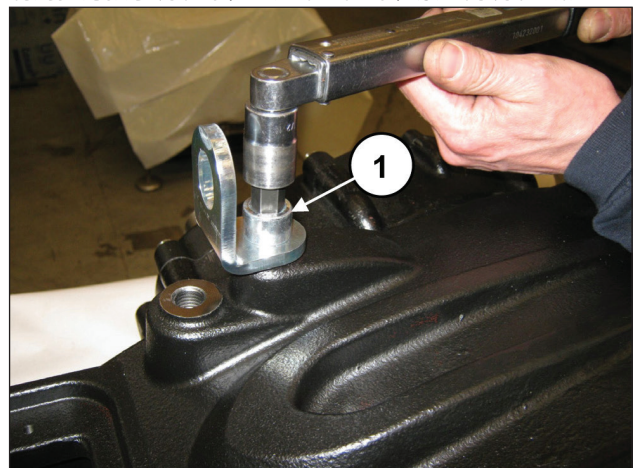

图 95
将平键14x9x60插入链轮中。安装塞子和吊装支架，可使用专用螺栓M16x30 (①, 图 95)。利用扭力扳手调节螺栓，如第3章“螺栓紧固的调节”所述。